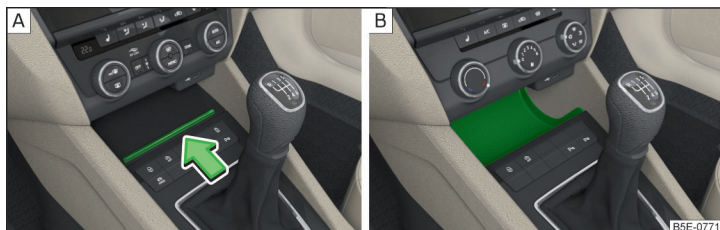

Fig. 99 Ouvrir le compartiment de rangement / Compartiment de rangement non verrouillable
- Pour l'**ouverture**, enfoncez la barre dans le sens de la flèche » fig. 99 - [A].
Sur certaines versions de ce modèle, le vide-poches n'a pas de couvercle » fig. 99 - [B].